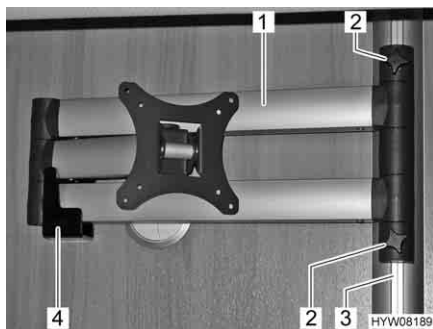

Fig. 56 Schermo piatto sul braccio snodato
- Svitare le viti a testa cilindrica zigrinata (Fig. 56,2).
- Spingere verso l'alto il braccio snodato (Fig. 56,1) nella guida (Fig. 56,3), finché esso non viene più sostenuto dal supporto (Fig. 56,4).
- Stringere di nuovo le viti a testa cilindrica zigrinata (Fig. 56,2).